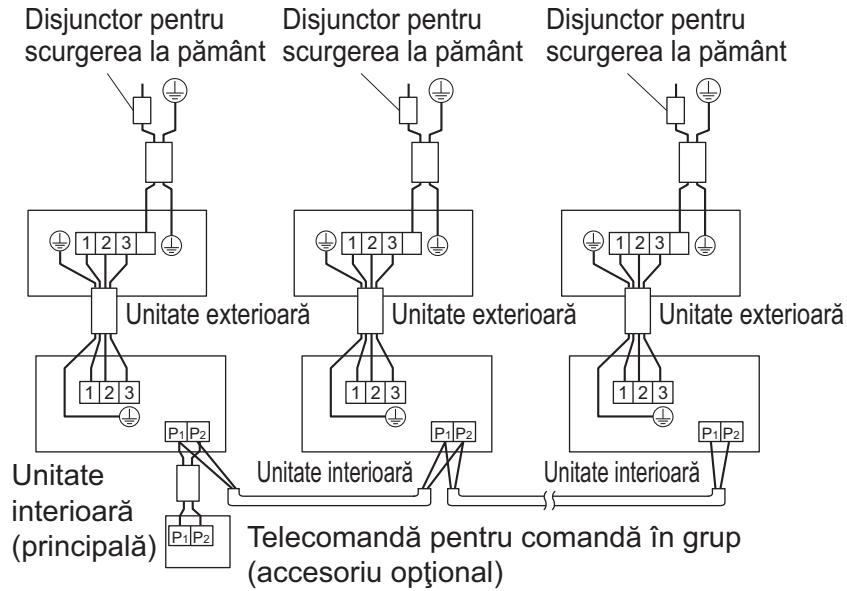

Fig. 35
- **Control de grup:** 1 telecomandă controlează până la 16 unități interioare (Toate unitățile interioare funcționează în conformitate cu telecomanda). (Consultați Fig. 35)
(1) Scoateți capacul cutiei de control. (Consultați "9. CUM SE CONECTEAZĂ CABLURILE ȘI EXEMPLU DE CABLARE".)
(2) Pozați încrucișat între bornele (P1, P2) din interiorul cutiei de comandă pentru telecomandă. (Nu există polaritate.) (Consultați Fig. 35 și Tabelul 3)